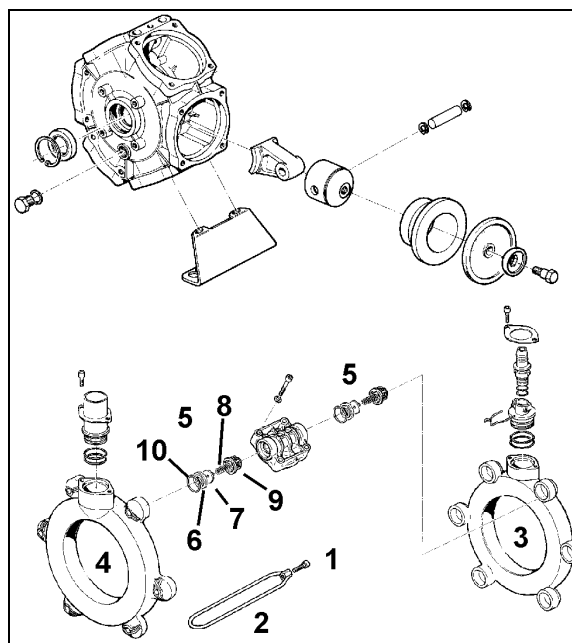

Fig. 117
10. Flens suge- (Fig. 117/3) og trykkanalen (Fig. 117/4) på pumpehuset og monter spennbøylen (Fig. 117/2).
11. Trekk til skruene (Fig. 117/1) over kryss med et dreiemoment på **11 Nm**.